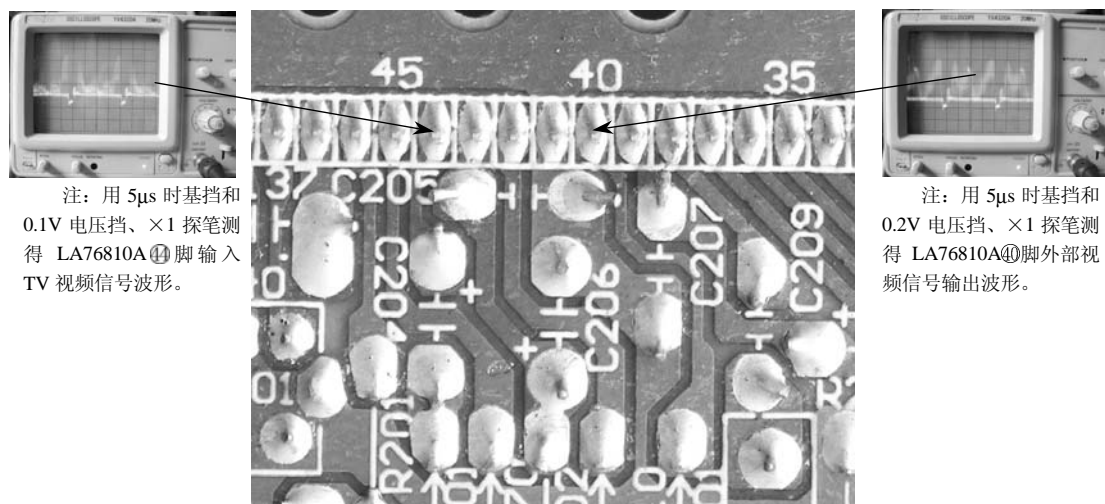

图 4-11 LA76810A 的④、④脚信号波形
TV 视频信号在加到 LA76810A 的⑭脚时, ⑭脚的动态电压为 2.9V (无信号时静态电压为 2.6V), 信号波形如图 4-11 所示。TV 视频信号进入⑭脚内部之后, 首先经钳位处理后, 再经视频开关送入限波电路, 同时又送入色度电路, 选出色度信号; 送入同步分离电路, 取出行、场同步信号; 通过④脚及外接 C818 向机外输出, 为其他显示设备提供视频信号源。